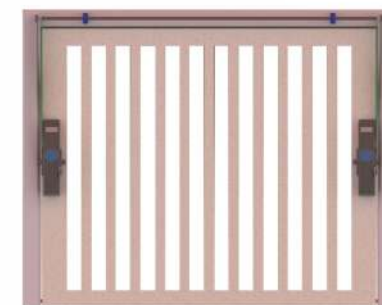

Fig 5
4. Fije el soporte de articulación de la vaina en la parte superior e instale la misma a través del tornillo. Fig 5